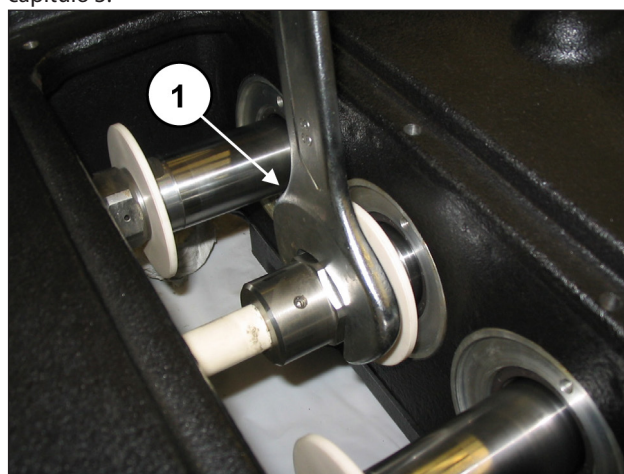

Fig. 101
Aperte dos três pistões (pos. ①, Fig. 101) e calibre mediante a chave inglesa dinamométrica, conforme indicada no capítulo 3.